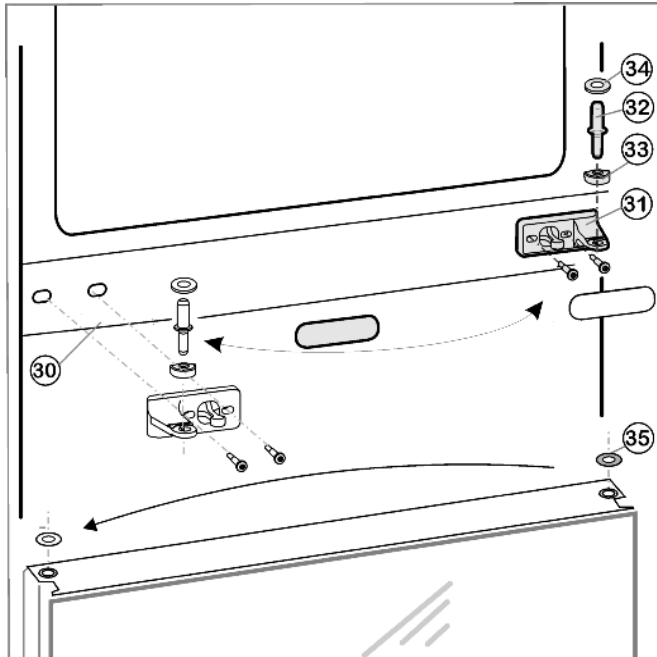
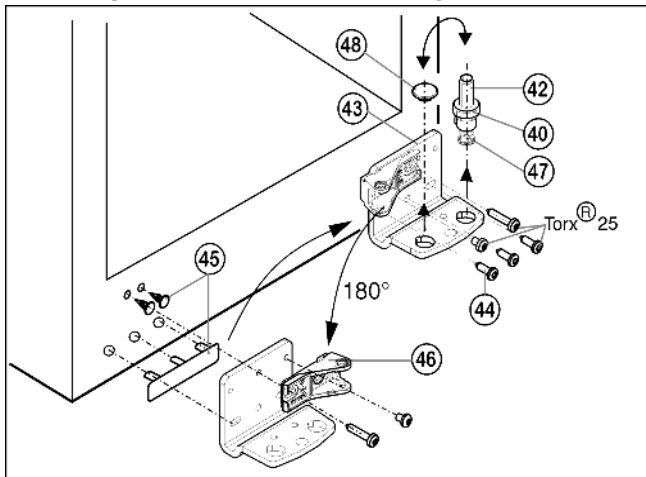

Рис. 11
Рис. 12
- ▶ Выньте средние опорные болты Рис. 11 (32), вместе с шайбой Рис. 11 (34) из опорного кронштейна и нижней двери.
- Снимите пластиковую заглушку - Рис. 11 (33).
- Отвинтите среднюю опорную деталь Рис. 11 (31).
- Осторожно снимите защитную крышку Рис. 11 (30).
- Повернув опорную деталь Рис. 11 (31) на 180°, крепко прикрутите ее на противоположную сторону (4 Nm).
- Повернув защитную крышку Рис. 11 (30) на 180°, зафиксируйте ее на противоположной стороне.
- Переставьте на двери шайбу Рис. 11 (35).
- Полностью выньте опорные болты Рис. 12 (42), вместе с шайбой Рис. 12 (40) и опорной ножкой Рис. 12 (47).
- Снимите заглушки Рис. 12 (48).
- Отвинтите Рис. 12 (44) опорный кронштейн Рис. 12 (43).
- Осторожно снимите защитную крышку Рис. 12 (45) со стороны ручки и переставьте на противоположную сторону.
- Прикрутите опорную деталь Рис. 12 (43) на противоположную сторону с помощью шуруповерта (4 Nm).
- Отвинтите опорную деталь Рис. 12 (46) и, повернув на 180°, снова вкрутите болт в продольное отверстие.
- Вставьте заглушки в другие отверстия Рис. 12 (48).
- Вставьте опорный болт Рис. 12 (42) с шайбой и опорной ножкой. При этом обратите внимание, что упор должен быть направлен назад.
- Снова наденьте пластмассовую заглушку Рис. 11 (33) на средний опорный кронштейн Рис. 11 (31).
- Вставьте средние опорные болты Рис. 11 (32) в средний опорный кронштейн Рис. 11 (31) на противоположной стороне нижней двери.
- Наденьте шайбы Рис. 11 (34) на средние опорные болты Рис. 11 (32).
- ▶ Насадите верхнюю дверь на опорные болты Рис. 11 (32).
- ▶ Дверь можно выровнять с помощью подкручивания нижних Рис. 12 (43) и средних Рис. 11 (31) опорных кронштейнов в продольных отверстиях, находящихся на одной прямой. Для этого же подкрутите средние болты на опорном кронштейне снизу Рис. 12 (43).